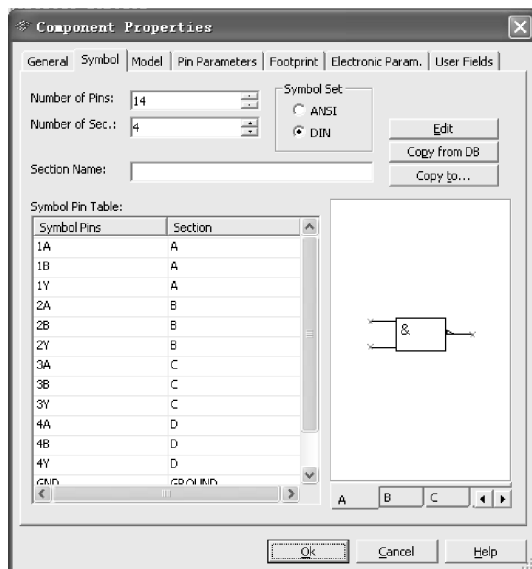

图 2-79 元器件属性编辑对话框
- 5) 单击  按钮，弹出元器件属性编辑对话框，如图 2-79 所示。
6) 由图 2-79 可知，元器件的各种特性分门别类地放在 7 个选项中，通过编辑这些内容，就可以创建一个新元器件。